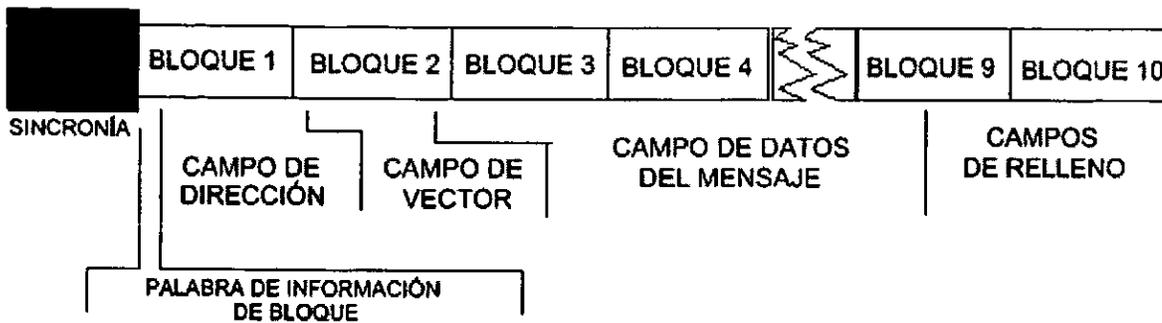

Figura 1.6.1 Campos de información en la trama FLEX®.
Los datos dentro del protocolo FLEX® y continuamente transmitidos en el canal de radiofrecuencia (RF) son agrupados en tramas, ver figura 1.6.1. Existen un total de 128 tramas (numeradas de la 0 a la 127) dentro del protocolo FLEX®. Tomando exactamente un tiempo de cuatro minutos para transmitir las 128 tramas en el canal de RF sin importar la velocidad de transmisión que se está utilizando. Esto debido a que el espacio destinado a los datos del mensaje es variable. A mayor velocidad se pueden enviar más datos del mensaje. La transmisión de las 128 tramas es llamada ciclo. Ya que un ciclo tiene una duración de cuatro minutos, 15
Como mencionamos, el protocolo FLEX® está conformado por tramas. Las tramas proveen de sincronización al radiolocalizador, información del sistema y lógicamente los datos de los mensajes ha recibir. La trama se compone de un campo de sincronización de trama seguido por 11 bloques de datos, figura 1.6.1. Cada trama FLEX® ocupa 1.875 segundos (s), los primeros 115 milisegundos (ms) son utilizados para la sincronización de la trama, y cada uno de los 11 bloques de datos utiliza exactamente 160 ms.